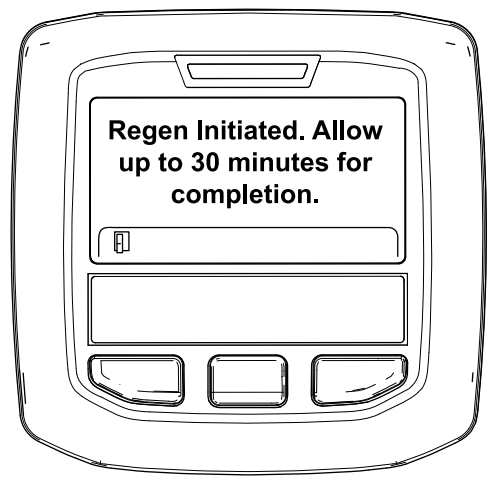

図 44
- 再生許可の場合には Regen Initiated 再生を開始しましたと表示。再生が終了するまで、最大 30 分間が必要。終了まで待つ 図 44。